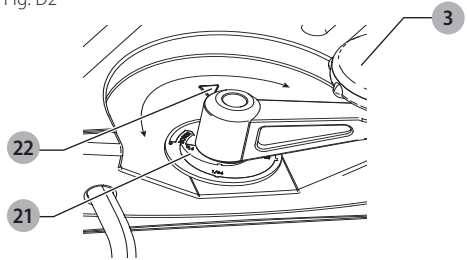

Fig. D3
Su DW733 está equipada con un sistema de ajuste de profundidad de alta precisión que incluye una escala de ajuste de profundidad **8** (Fig. D3), una escala de retirada de material **9** (Fig. D4), un ajustador de precisión y un tope de profundidad **14** (Fig. A).
3. Desbloquee la palanca de bloqueo del cabezal **2** (Fig. D3) levantándola hacia arriba.
5. Observe el grosor de acabado de su pieza de trabajo con la escala de ajuste de profundidad **8** (Fig. D3).
7. Bloquee la palanca de bloqueo del cabezal **2** (Fig. D3). Fig. D1
2. Desbloquee la palanca de bloqueo del cabezal **2** (Fig. D3) y gire el asa de ajuste de profundidad en sentido de las agujas del reloj hasta que entre en contacto con el topo de profundidad. No gire más el asa.
## Calibración de la Escala de Ajuste de Profundidad (Fig. D3)